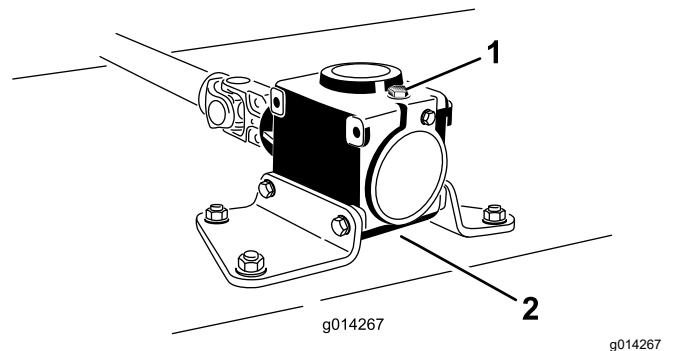

Figure 22
6. Retirez le bouchon de remplissage-jauge au sommet du boîtier d'engrenages (Figure 22) et vérifiez que le niveau de lubrifiant se situe entre les repères sur la jauge.
6. Retirez la jauge-bouchon de remplissage au sommet du boîtier d'engrenages (Figure 22).